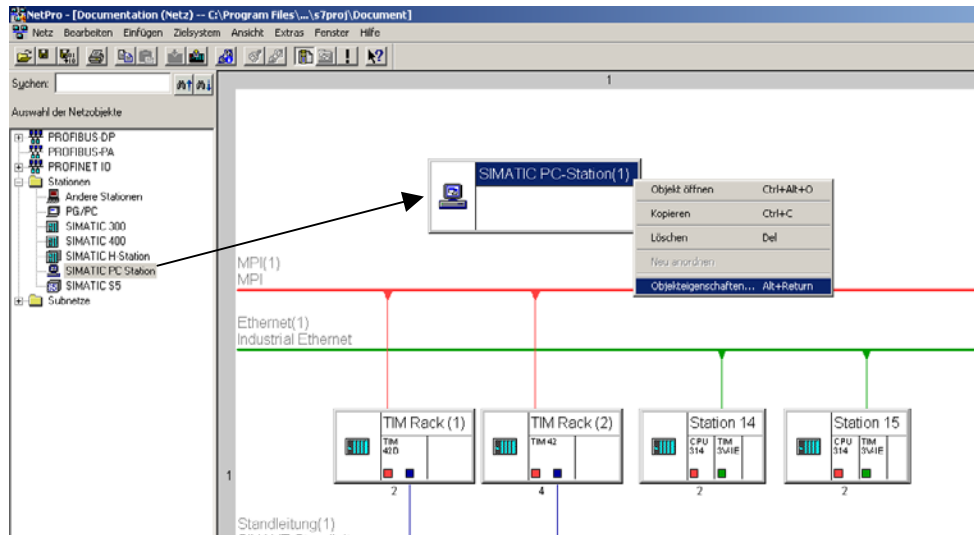

Bild 2-3 Öffnen des Eigenschaften-Dialogs der SIMATIC PC-Station
2. Wählen Sie im geöffneten Menü die Option *Objekteigenschaften...* (siehe Bild 2-3).
Um die HW-Konfiguration Ihrer PC-Station festzulegen, starten Sie das Tool *HW Konfig*, indem Sie auf das Symbol der SIMATIC PC-Station (Bild 2-3) doppelklicken. Bevor nach *HW Konfig* gewechselt wird, erscheint eventuell eine Warnmeldung, dass die bis jetzt in NetPro vorgenommenen Änderungen gespeichert werden müssen. Schließen Sie diese Meldung durch einen Klick auf die Schaltfläche *OK*.